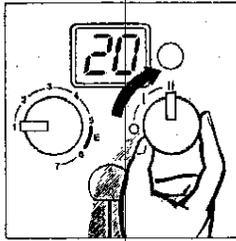

Fig. 16
- b) Accionar el interruptor principal (fig. 16)